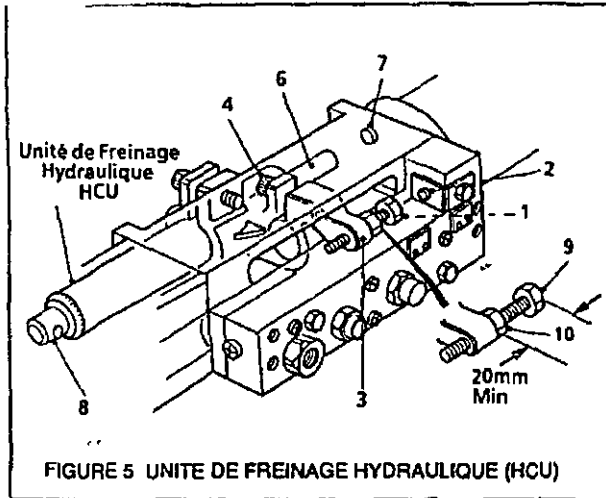

FIGURE 5 UNITÉ DE FREINAGE HYDRAULIQUE (HCU)
REGLAGE D'UNE OPERATION DE PERÇAGE (Voir Figure 5)
Utiliser (9) Figure 5 pour le réglage final de la profondeur.
Bloquer à l'aide de (10) Figure 5.
Le bout du taraud DOIT être au moins à 14 mm au-dessus de la pièce pour tenir compte du déplacement d'engagement d'inversion de la tête de taraudage. Régler la distance entre (2) et (1) Figure 5 à la profondeur de taraudage PLUS la distance du taraud au-dessus de la pièce.